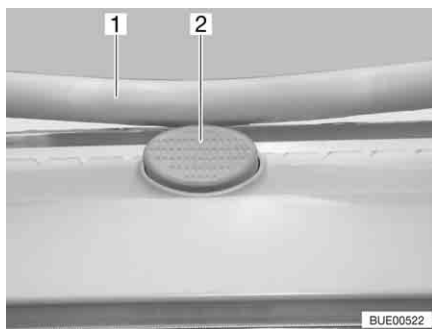

Fig. 31 Bottone di sicurezza sull'oblò Heki
- Premere il bottone di sicurezza (Fig. 31,2) e tirare verso il basso la staffa (Fig. 31,1) con entrambe le mani.
- Premere la staffa verso l'alto con ambedue le mani, finché la staffa non poggia al di sopra del bottone di sicurezza (Fig. 31,2).